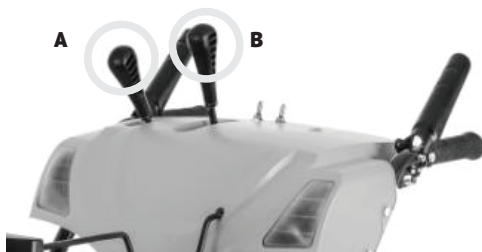

Рис. 5
- Установите ручки управления на панель. Ручку А для управления коробкой передач, и ручку В для управления дефлектором желоба (рис. 5).